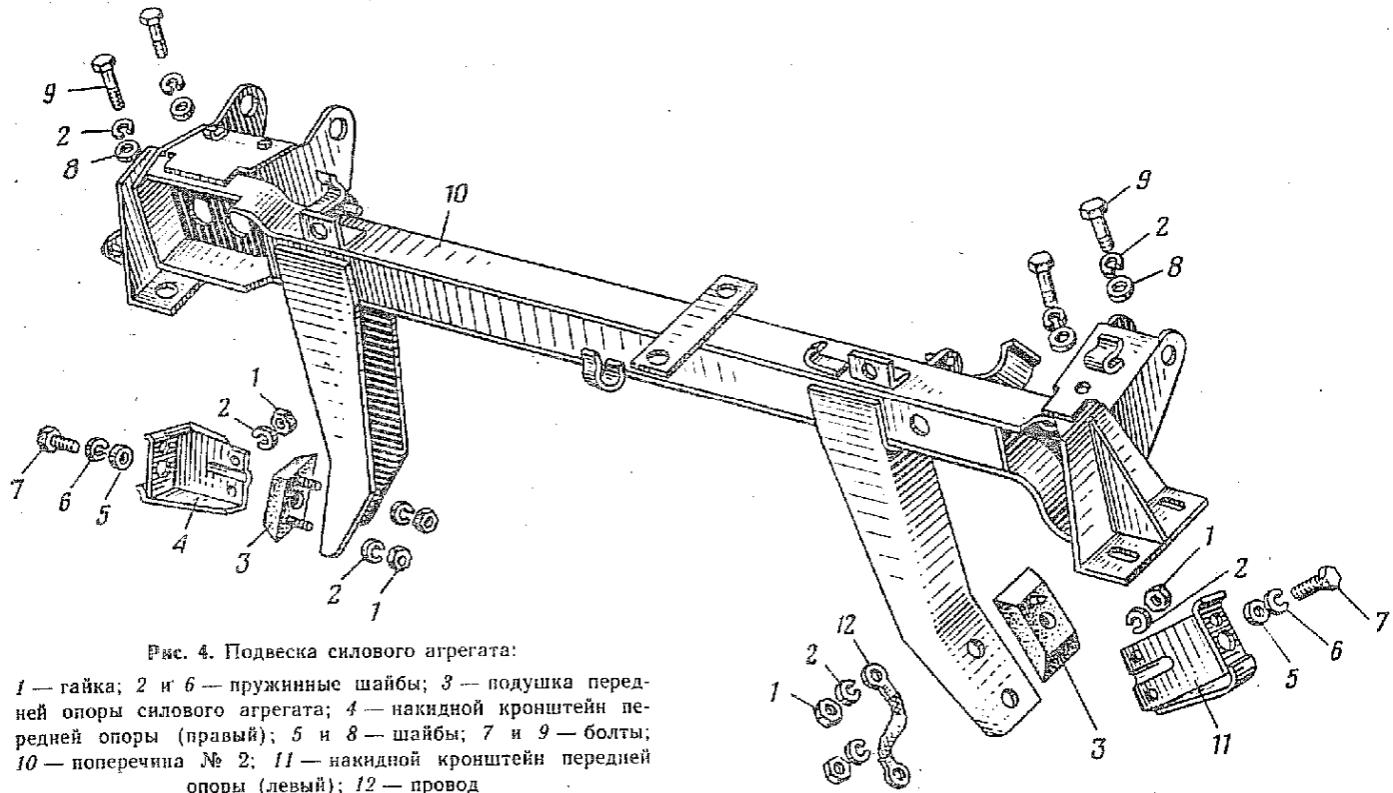

Рис. 4. Подвеска силового агрегата:
1.34. Вывернуть болты 9 (рис. 4) крепления попечини 10 к раме автомобиля (ключ 12).
2.6. Навернуть на шпильки и затянуть гайки 1 (рис. 4) крепления картера сцепления силового агрегата к накидным кронштейнам 4 и 11 (правому и левому) передних опор, предварительно установив на шпильки пружинные шайбы и наконечник провода 12 «масса» (ключ 14, головка 14, рукоятка динамометрическая).